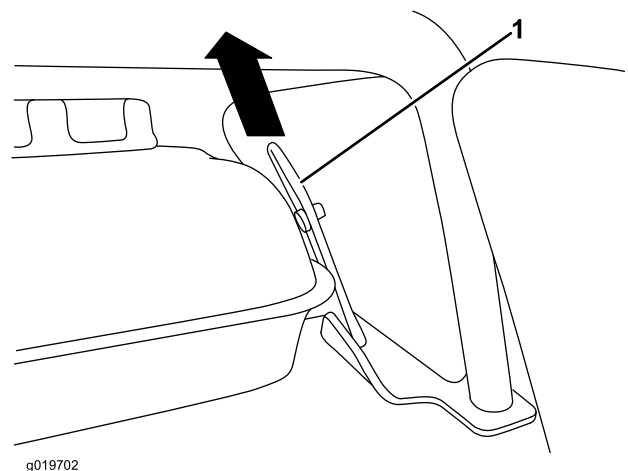

Figure 10
2. Déposer le réservoir d'eau du cadre en tirant le verrou élastique vers le haut (Figure 10).